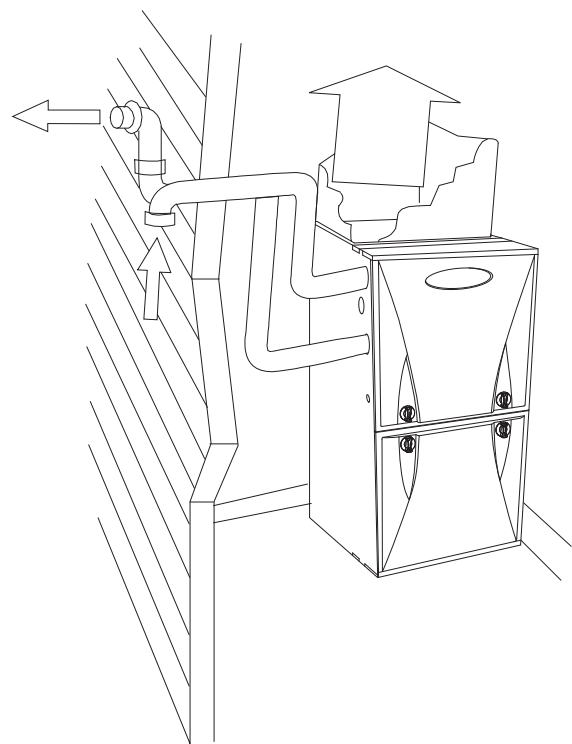
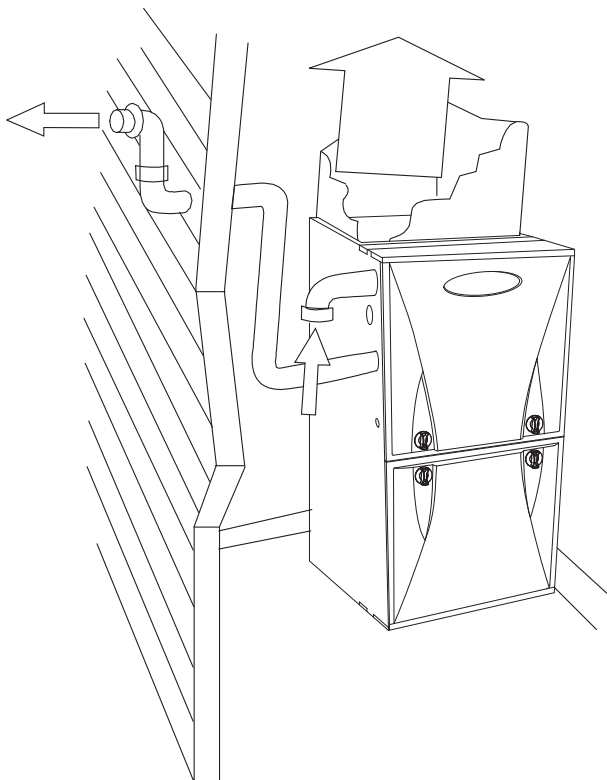

Fig. 2 - Tuyaux de ventilation extérieure
Fig. 3 - Tuyau d'air de combustion intérieur
- Votre chaudière neuve peut être installée des deux façons suivantes : application à ventilation directe (Fig. 2, deux tuyaux) ou application à ventilation indirecte (Fig. 3, un seul tuyau).
- **Pour une application à ventilation directe (2 tuyaux)**, votre chaudière aspire l'air extérieur de la maison pour la combustion et laisse échapper les gaz de combustion dans l'atmosphère. Cette application comporte deux tuyaux qui relient la chaudière à l'extérieur. Dans certains cas, le tuyau de prise d'air peut être situé dans un espace qui comporte un accès à l'air extérieur, comme un comble. Dans tous les cas, le tuyau de sortie d'événement doit sortir à l'extérieur. (Voir la Figure 2) Pour cette application, les deux tuyaux (ventilation et prise d'air) doivent aboutir à l'extérieur et ne jamais être bouchés. Ne pas bloquer ni obstruer les bouches d'air sur la chaudière et les dégagements autour de celle-ci.
- **Avec une prise d'air à l'intérieur (1 tuyau)**, votre chaudière aspire l'air alentour (combustion) et laisse échapper les gaz brûlés dans l'atmosphère. Pour cette application, un seul tuyau aboutit à l'extérieur. (Voir la Figure 3) L'autre tuyau se termine